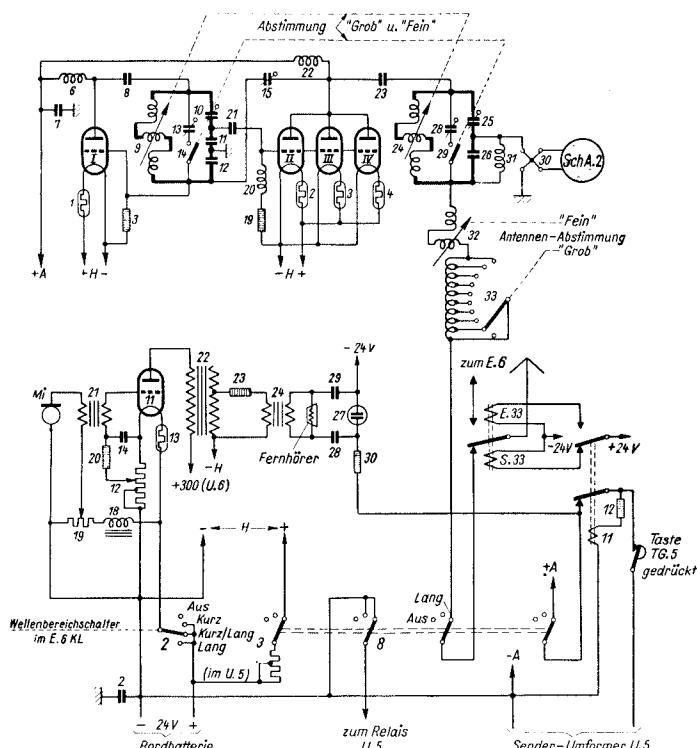

Abb. 6 Schaltplan zu Sender S. 7 KL, Lang.
Für Inbetriebsetzung des Langwellenteils von Sender S. 7 KL ist der Wellenbereich-Schalter am Sender-Schaltteil auf Stellung „Lang“ zu schalten (vergl. Abb. 6).
An den im Schaltbild (Abb. 6) gekennzeichneten Anschlußstellen für Mikrofon — Erstwiclung des Übertragers (21) und Telefon-Zweitwicklung des Übertragers (24) — sind zu diesem Zweck die Mikrofone und Telefone der Besatzungsmitglieder in Parallelschaltung angeschlossen. Besondere hierbei erforderliche Schaltungsmäßigkeiten, die aus Gründen der Übersichtlichkeit in Abb. 6 nicht skizziert sind, können hinsichtlich ihrer Wirkung aus der Verkehrsordnung ersehen werden (§. Seite 27).